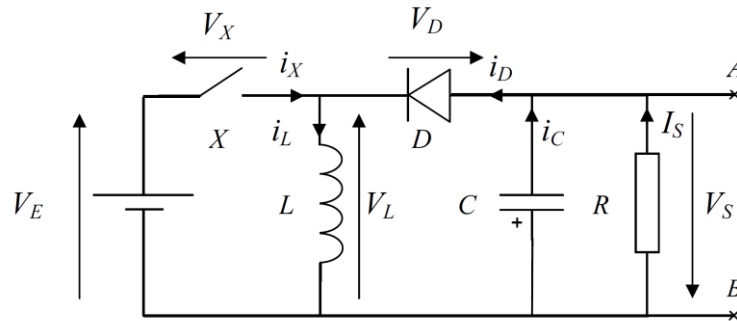

Figure 2
- Q3** Identifier par rapport au schéma de la Figure 2, chacun des éléments (par exemple E_1 est représenté par V_E). K_1 est utilisé en commutation forcée (c'est-à-dire que l'ouverture et la fermeture de ce composant sont commandées directement par son circuit de commande).
Afin de réaliser une tension négative, nous utilisons un principe de hacheur inverseur dont le schéma est fourni ci-dessus (Figure 2). La tension qui sera utilisée pour l'alimentation négative est la tension $V_A - V_B$. La résistance R représente la charge de ce montage et correspond à l'ensemble des charges du montage.
- Q5** A partir de la Figure 2, donner l'équation reliant $V_{E(t)}$, $V_{L(t)}$ et $V_{X(t)}$.